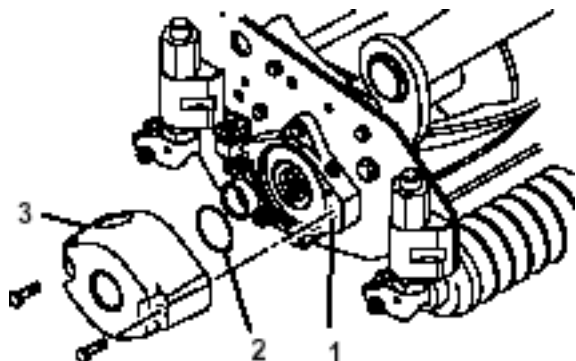

図 3
3. 大きなOリングにグリスを塗り、Cuttingユニット両側のベアリングハウジングの溝にそれぞれ取り付ける(図3 & 6)
4. 各Cuttingユニットにカウンタウェイトを取り付ける(図3：付属のキャップスクリュを使用する)。